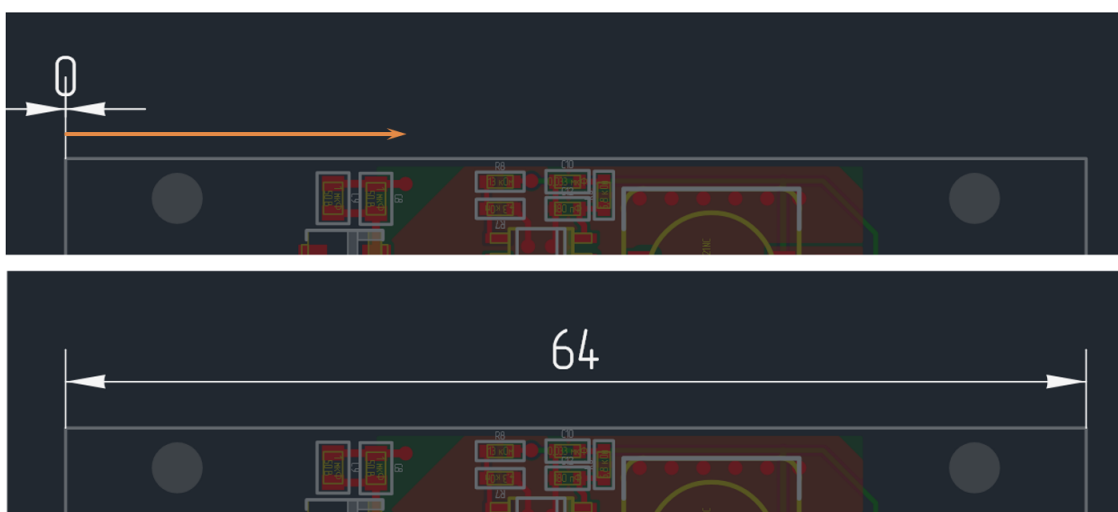

Рис. 235 Размещение размерной линии
4. Переместите курсор, определяя положение второй выноски размерной линии, см. Рис. 235. Установите длину и направление выносок линии, перемещая курсор. Возможный вид размерной линии будет отображаться на экране.